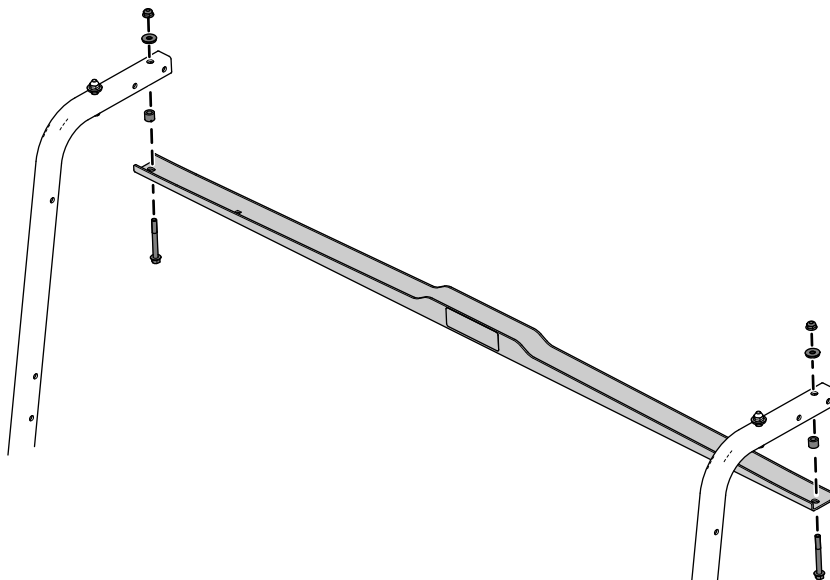

Figure 2
Déposez le support d'abri comme montré à la Figure 2.
5. Au besoin, installez le support de l'abri sur la machine à l'aide des fixations précédemment retirées ; voir Figure 2.